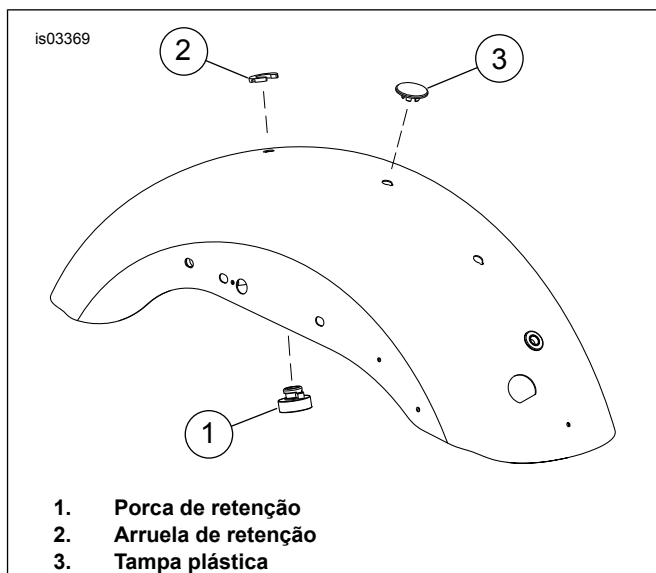
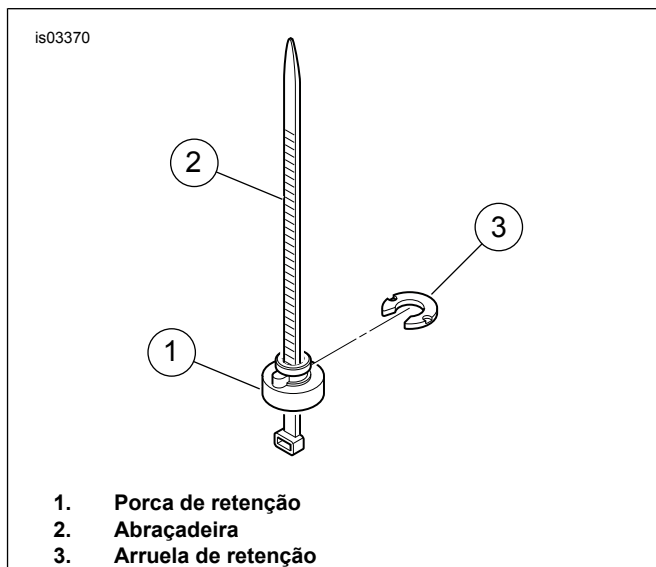

Figura 3. Porca de retenção e tampa plástica (assentos tipo piloto e garupa)
Figura 4. Instalação da porca de retenção
5. Veja Figura 3. Instale a porca de retenção (1) e a arruela (2) no furo de trás do para-lama.
- a. Veja Figura 4. Coloque a porca de retenção (1) sobre a abraçadeira plástica (2) para que a extremidade larga da porca permaneça no olhal da abraçadeira.
- d. Com a porca de retenção nervurada assentada na ranhura do furo do para-lama, deslize a arruela de retenção (3) no lugar a partir da parte traseira. Isto travará a porca de retenção no lugar.
6. Veja Figura 3. Instale a tampa plástica no furo intermediário do para-lama.